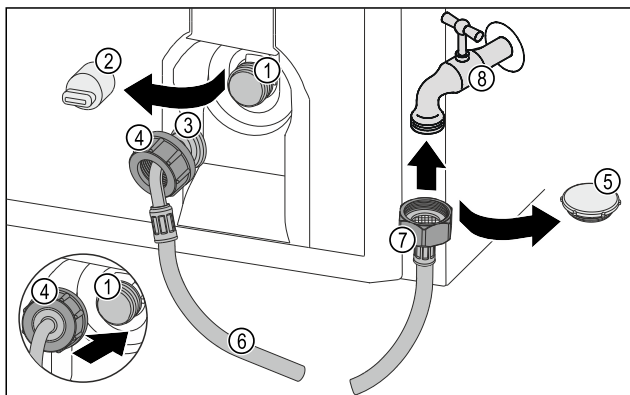

Fig. 27
- Retirer le capuchon de fermeture Fig. 27 (5).
- Placer l'extrémité de flexible droite Fig. 27 (7) sur le robinet d'eau Fig. 27 (8).
- Serrer l'écrou sur l'extrémité de flexible droite Fig. 27 (7) dans le sens des aiguilles d'une montre.